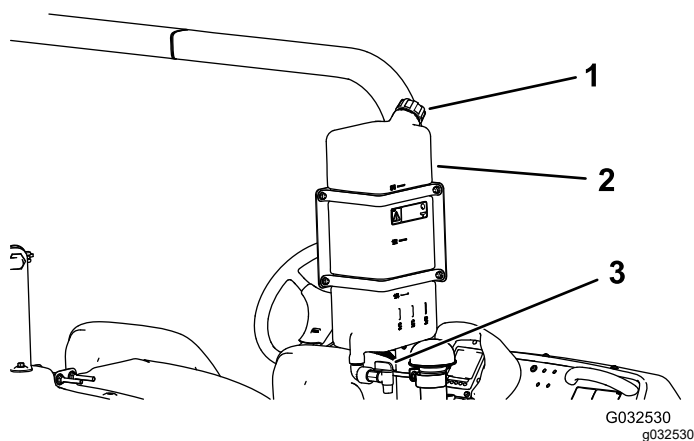

Figura 23
- Para llenar el depósito, desenrosque el tapón de la parte superior del depósito, llene el depósito con agua limpia y coloque el tapón (Figura 23).
- Para abrir la llave de paso del depósito de agua limpia, gire la palanca de la llave de paso (Figura 23).